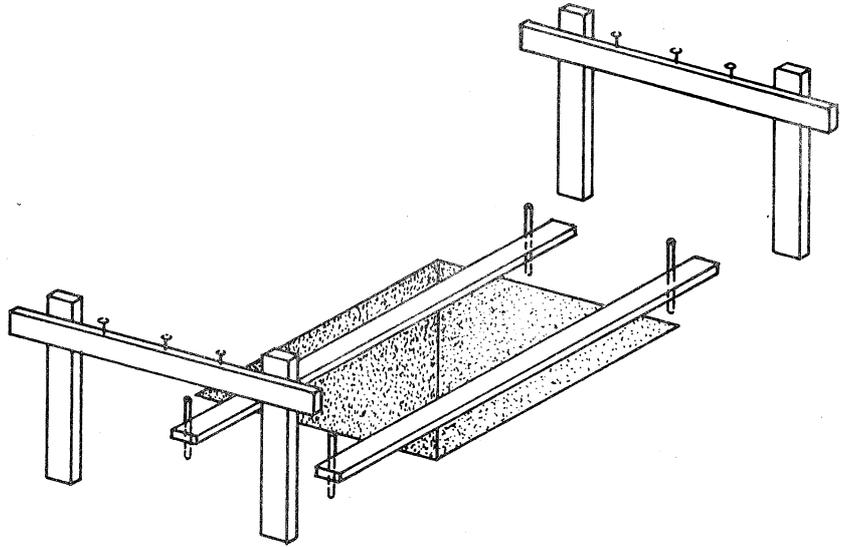

Fig. 7
6. Se colocan en los puntos marcados, unos cuartones que le indicarán la sección de la armadura de columna (fig. 7).